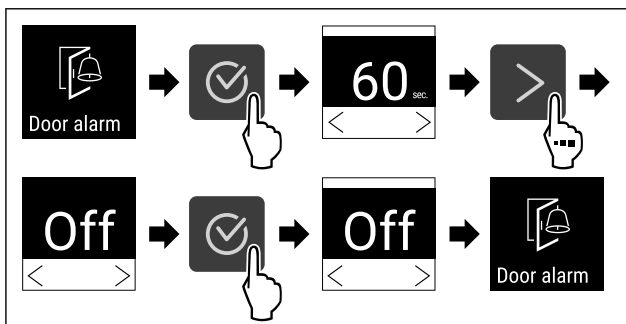

Fig. 97
- ▶ Vykonajte kroky akcie (pozri Fig. 97) .